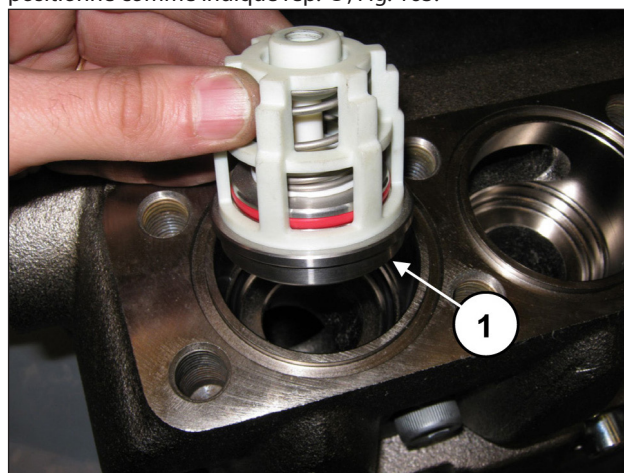
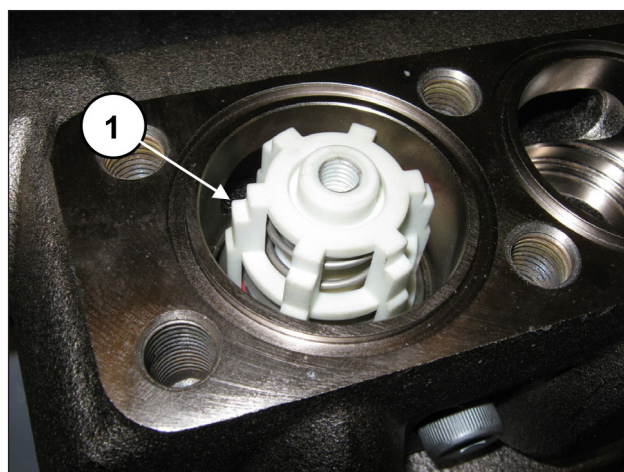

Fig. 162
Fig. 163
S'assurer que le joint torique et la bague anti-extrusion sont entrés dans leur logement. Placer le groupe soupape de refoulement (rep. ①, Fig. 162). Engager à fond le groupe soupape complet qui devra être positionné comme indiqué rep. ①, Fig. 163.